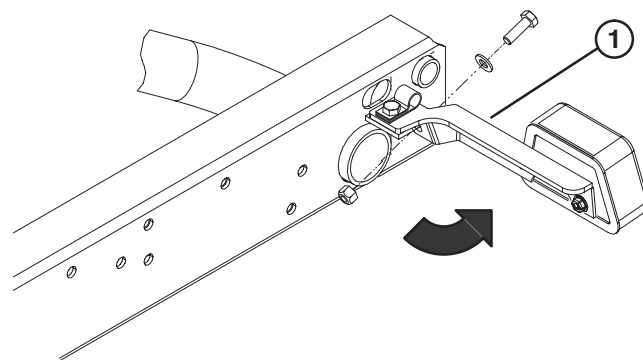

Figure 1
1. Desserrez les contre-écrous et les vis qui fixent les supports de feux de position arrière aux supports droit et gauche du châssis (Fig. 1).
- Fixez l'arrière de chaque support de feu de position arrière au dos des supports du châssis à l'aide d'une vis 5/161 x 1", d'une rondelle plate de 0,344" dia. int. et d'un contre-écrou, comme illustré à la Figure 1.